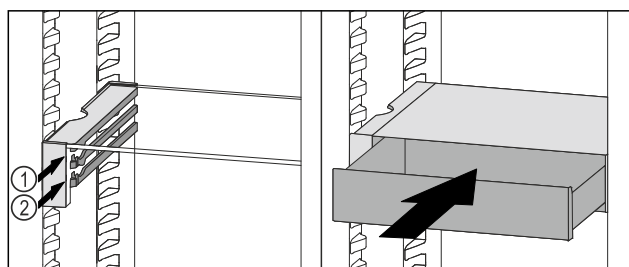

Fig. 94
- ▶ Sæt VarioSafe-skuffen ind bag stoppene på den ønskede ribbe Fig. 94 (1) eller Fig. 94 (2).